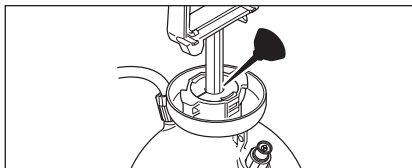

Figure 10. Lubrifier la pompe
1. La pompe devrait être huilée périodiquement en appliquant de 10 à 12 gouttes d'huile légère sur la tige de la pompe par l'ouverture dans le couvercle de la pompe. Voir la Figure 10.